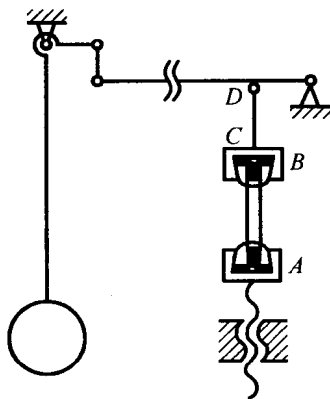

图 2-13
2.13 图 2-13 为某拉伸试验机的结构示意图。设试验机的 CD 杆与试件 AB 的材料同为低碳钢, 其 $\sigma_p = 200 \text{ MPa}$, $\sigma_s = 240 \text{ MPa}$, $\sigma_b = 400 \text{ MPa}$ 。试验机最大拉力为 100 kN 。(1) 用这一试验机做拉断试验时, 试件直径最大可达多大?(2) 若设计时取试验机的安全系数 $n = 2$, 则 CD 杆的横截面积为多少?(3) 若试件直径 $d = 10 \text{ mm}$, 今欲测弹性模量 E , 则所加载荷最大不能超过多少?